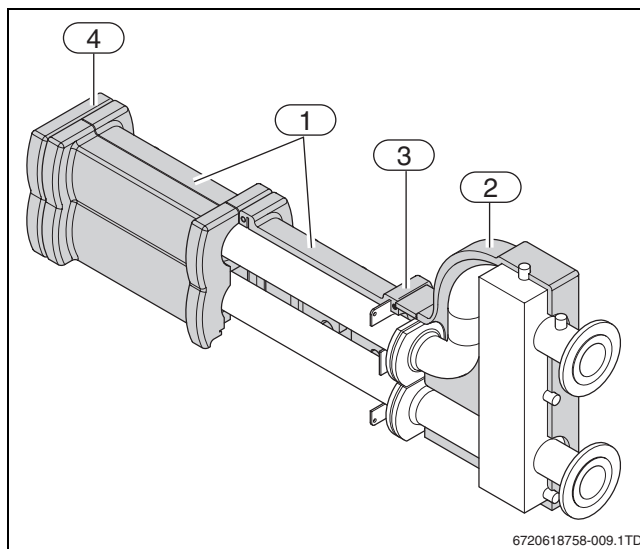

Fig. 8 Isolatieschalen
- ▶ Plaats de achterste schalen over de hoofd aanvoer- en retourleiding (→ fig. 8, [1]).
- ▶ Plaats het achterste schaaldeel om de open verdeler (→ fig. 8, [2]).
- ▶ Snij het schaaldeel zonnig op maat (→ fig. 8, [3]).
- ▶ Plaats de voorste isolatieschaal van de open verdeler. Snij het schaaldeel zonnig op maat (→ fig. 8, [3]).
- ▶ Monteer de eindkap aan de hoofd aanvoer- en retourleiding (→ fig. 8, [4]).